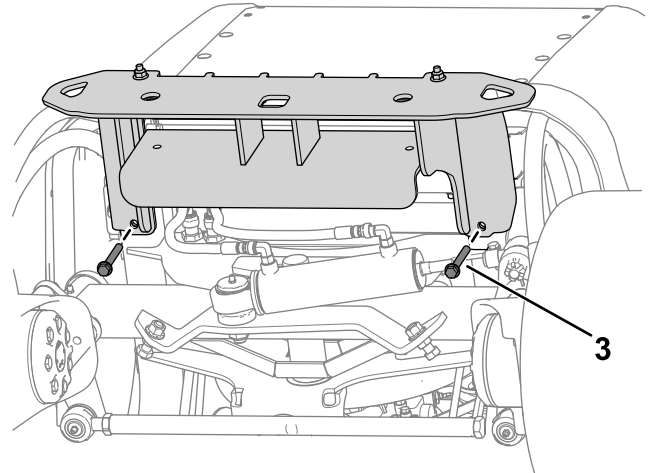

Figure 14
2. Fixez la partie supérieure du pare-chocs au cadre de la machine (Figure 14) à l'aide de 4 boulons ($\frac{3}{8}$ x $3\frac{1}{4}$ po) et 4 écrous ($\frac{3}{8}$ po).
3. Fixez le pare-chocs sous le cadre de la machine à l'aide de 2 boulons ($\frac{3}{8}$ x $2\frac{3}{4}$ po) et 2 écrous ($\frac{3}{8}$ po) (Figure 14).